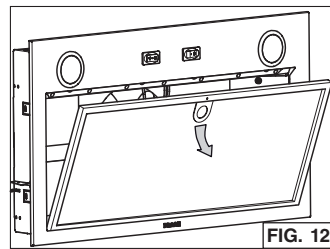

FIG. 12
2. Use la pestaña para retirar de la campana el/los filtro(s) de grasa empujando hacia abajo e inclinando el/los filtro(s) hacia fuera (FIG. 12). Poner el/los filtro(s) a un lado.